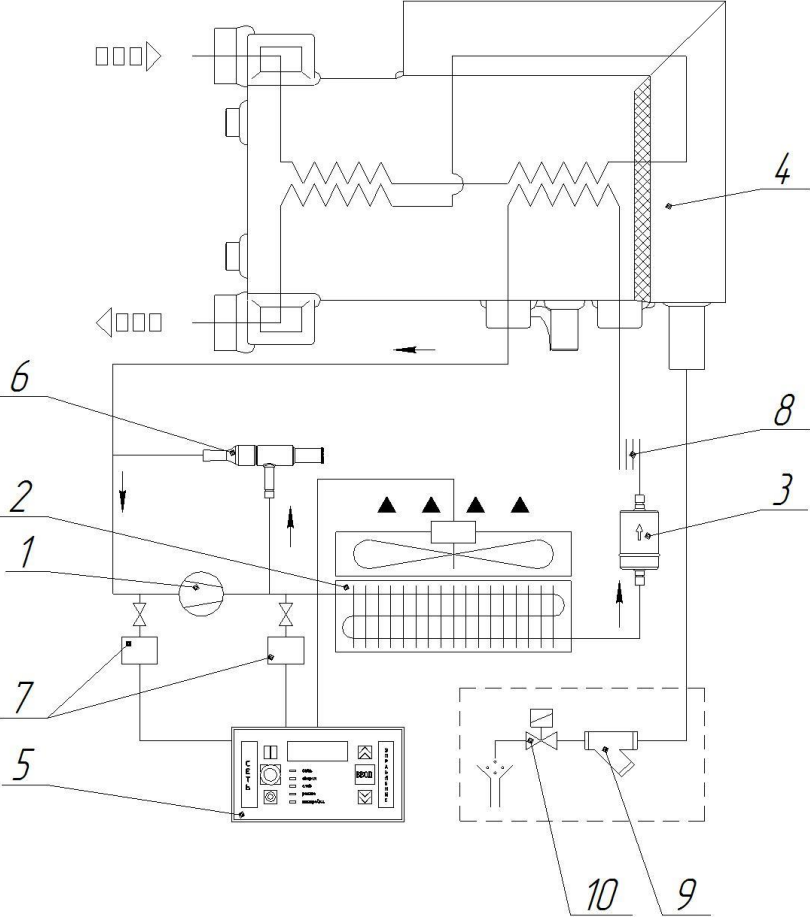

Рисунок 3 – Холодильный контур
4.1 Осушитель рис. 3 представляет собой конструкцию алюминиевого теплообменника, размещенного в блоке осушения 4. В первом контуре теплообменника из сжатого воздуха удаляется вода путем его охлаждения до температуры приблизительно +5⁰С и удаления образующегося при этом конденсата. С целью предотвращения образования конденсата на наружной поверхности трубопроводов системы циркуляции, обрабатываемый сжатый воздух перед выходом его из осушителя подвергается предварительному подогреву. Для этого он прогоняется через второй контур теплообменника.
4.1.1 Компрессор 1 (рис. 3) является активным элементом осушителя и обеспечивает циркуляцию хладагента по холодильному контуру за счет сжатия паров хладагента от давления кипения до давления конденсации.
4.1.2 Конденсатор 2 (рис. 3) представляют собой теплообменник, в котором за счет охлаждения сжатого газообразного фреона происходит конденсация паров и далее хладагент находится в жидком состоянии. Крыльчатка вентилятора ограждена сетчатым ограждением.
4.1.7 Фильтр-осушитель 3 (рис. 3) размещается перед капиллярной трубкой, задерживает все технические загрязнения и пары влаги, исключая их циркуляцию и вступление в химические реакции